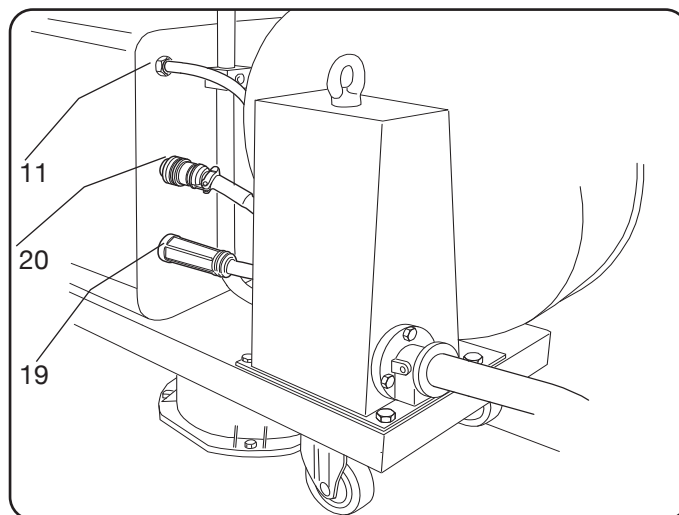

Abb. 5
- ◆ Beim Anordnen der Zwischenverbindung darauf achten, dass sich keine Spirale bildet, um induktive Störungen beim Schweißen zu vermeiden. Das andere Ende der Zwischenverbindung BA an das Drahtvorschubgerät anschließen (siehe Abb. 5).